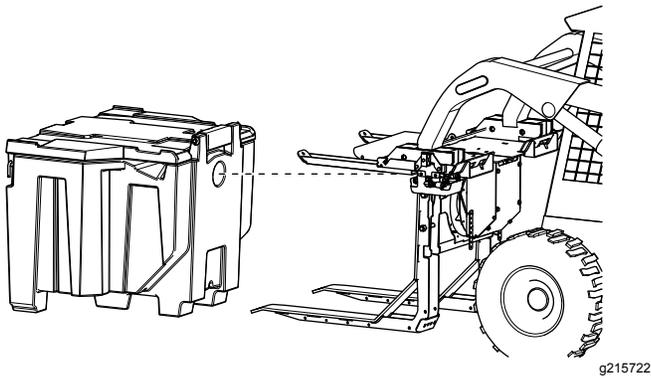

Bild 18
2. Kippen Sie den Rahmen soweit, bis die Gabeln parallel zum Boden stehen (Bild 18).
3. Senken Sie die Streuerbox ab und fahren Sie den Kompaktlader zurück (Bild 18).